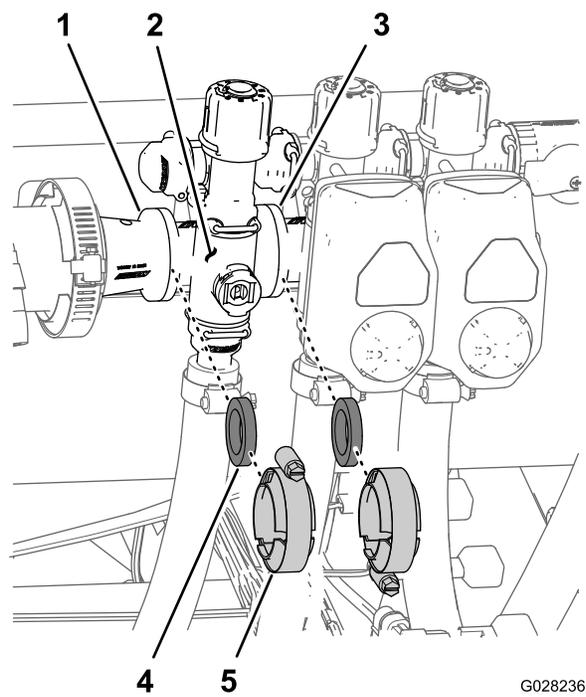

図 73
1. 個別ブームバルブ 図 73 のマニホールドを隣接する個別ブームバルブ左ブームの場合はリデューサカップリングに固定しているクランプとガスケットを外す。